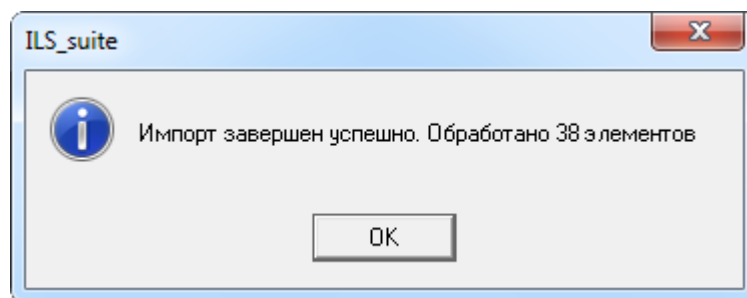

Рис. 26-92 – Информационное сообщение о завершении импорта
6) Для выполнения процедуры импорта нажать кнопку «Импорт». После его завершения откроется информационное окно, представленное на рис. 26-92.